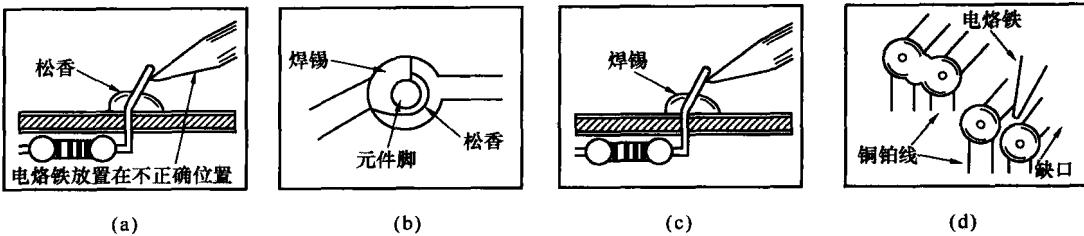

图 1.4.4 不良的焊接方法
(1) 加热温度不够 焊锡不向被焊金属扩散生成金属合金。如图 1.4.4(a)。
(2) 焊锡量不够 造成焊点不完整，焊接不牢固。如图 1.4.4(b)。
(3) 焊锡过量 容易将不应连接的端点短接。如图 1.4.4(c)。
(4) 焊锡桥接 焊锡流到相邻通路，造成线路短路。这个错误需用烙铁横过桥接部位即可改正。如图 1.4.4(d)。